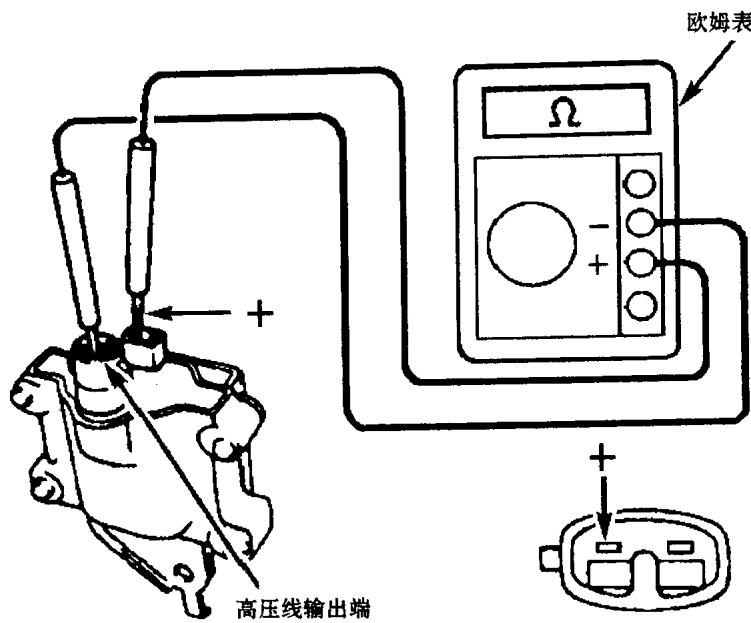

图 1-5 分电器式点火系统点火线圈次级绕组电阻的检查
(2) 如图 1-5 所示，利用欧姆表测量点火线圈 (+) 与点火线圈中央高压线的输出端子之间的电阻 (次级绕组的电阻)。如果电阻不在允许的范围之内，应更换点火线圈。点火线圈的电阻值见表 1-5。